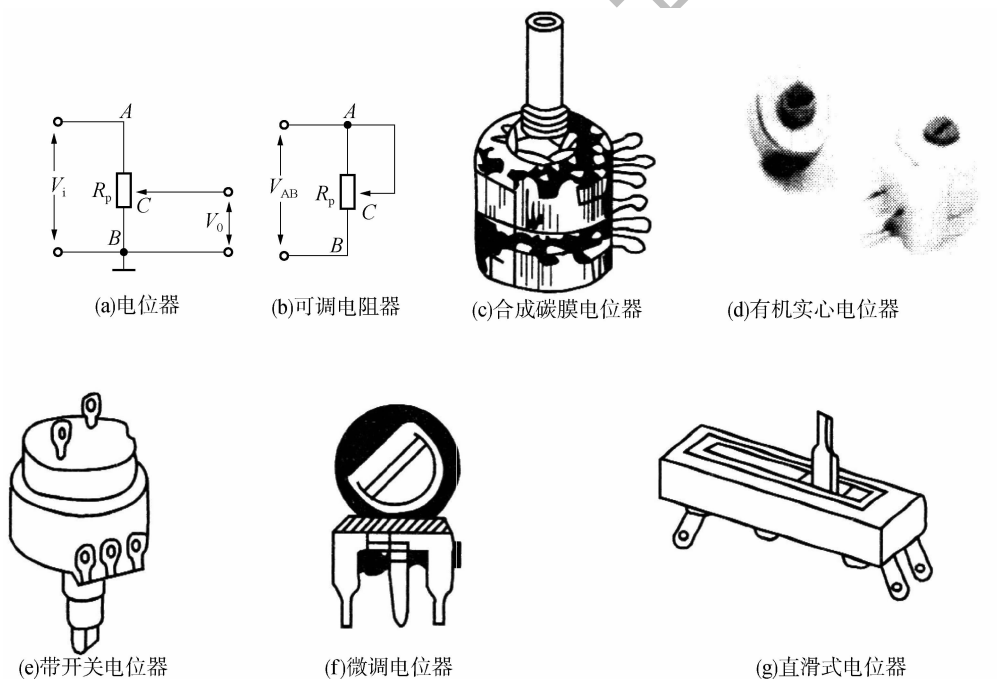

图 2-9 电位器的图形符号及外形
电位器也叫可调电阻器，其图形符号和外形如图 2-9 所示。电位器有三个引出端：其中两个引出端为固定端，固定端之间的电阻值是固定的；另一个是滑动端（也称中心抽头），滑动端可以在固定端之间的电阻体上做机械运动，使其与固定端之间的电阻发生变化。把输入电压加在两个固定端之间，在滑动端与一个固定端之间就能得到对输入电压的分压，调整滑动端在两个固定端之间的机械位置，就可以改变相应的输出电压，见图 2-9(a)。当滑动端与一个固定端直接连接时，电位器就成为可调电阻器，调整滑动端在两个固定端之间的机械位置，两个固定端之间的电阻也被改变，常用来调节电路中某一支路的电阻值，见图 2-9(b)。可见，因为接入电路的方式不同，才有了电位器和可调电阻器这两种名称。习惯上，把滑动端带有手柄、易于调节的称为电位器，把不带手柄、调节不方便的叫做可调(微调)电阻器。图 2-9 中所示是几种常见电位器的外形。
• 结构: 在绝缘基体上涂覆一层合成碳膜, 经加温聚合后形成碳膜片, 再与其他零件组合而成, 其外观如图 2-9(c) 所示。阻值变化规律有线性 and 非线性两种, 轴端结构分为带锁紧与不带锁紧两种。
• 特点: 这类电位器的阻值变化连续, 分辨力高, 阻值范围宽  $100\Omega \sim 5M\Omega$ ; 对温度和湿度的适应性较差, 使用寿命较短。但由于成本低, 因而广泛用于收音机、电视机等消费电子产品。额定功率有 0.125、0.5、1、2(W) 等, 精度一般为 $\pm 20\%$ 。